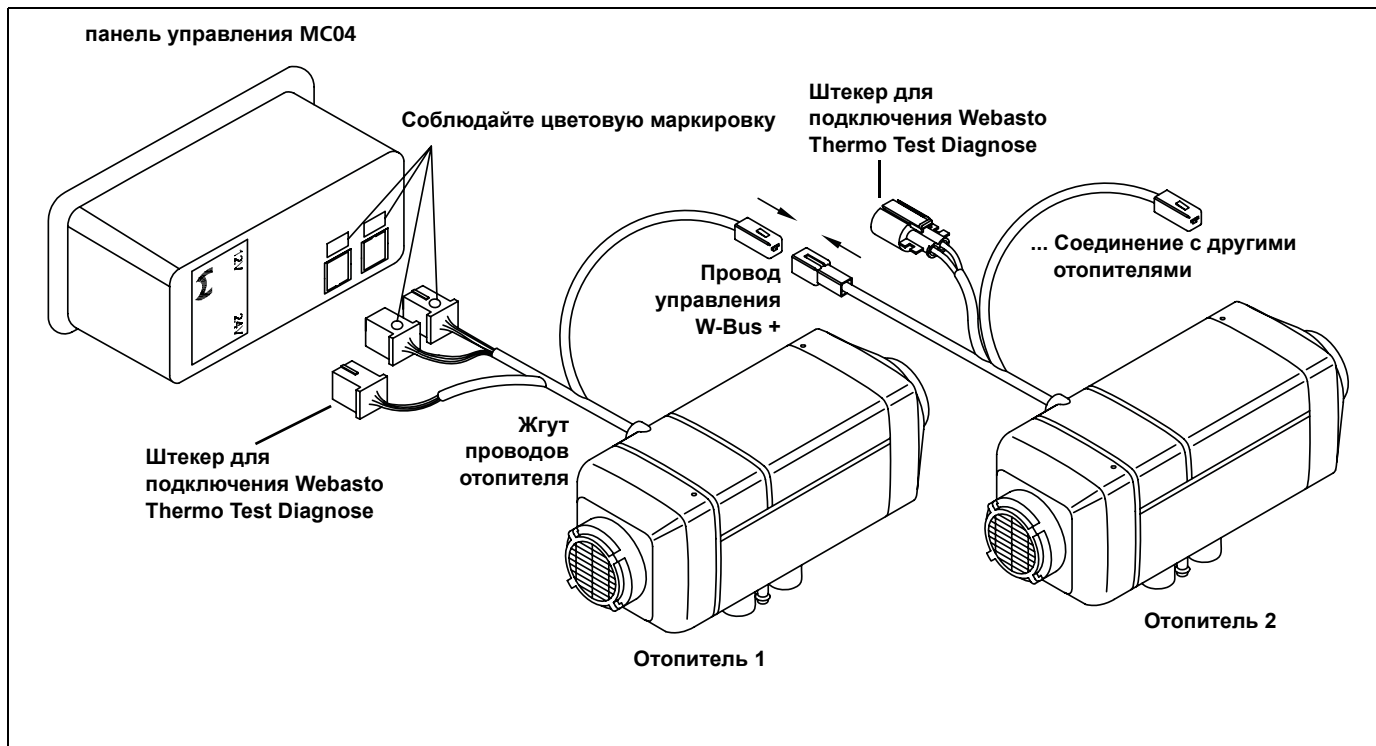

Рис.2: Схема подключения Air Top Evo 3900 / 5500 AM (возможно подключение таймера 1531 и задающего устройства)
2. Выполните электрические подключения в соответствии с электросхемой системы (Рис. 2 - 6)